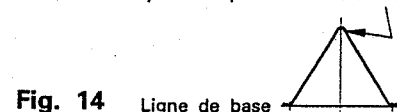

Fig. 14
4. Appliquer un signal faible du généscope sur TP. 2. Régler T201 afin d'obtenir un gain maximum et la forme d'onde de la Fig. 14. Si le centre de la forme d'onde ne peut pas être aligné sur le marqueur, régler la balance droite/gauche.